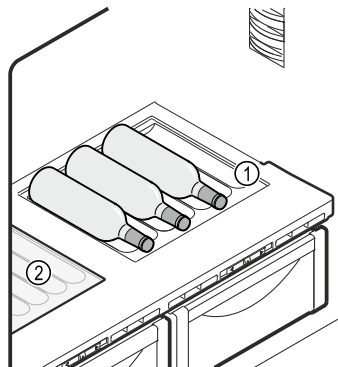

Fig. 57 Ilustrativni primjer
- Podignite jednu staklenu ploču ili obje staklene ploče (1) na otvoru sprijeda i izvadite ju/ih.
- Uložite staklenu ploču Fig. 57 (2) ispod promjenjive police za boce.